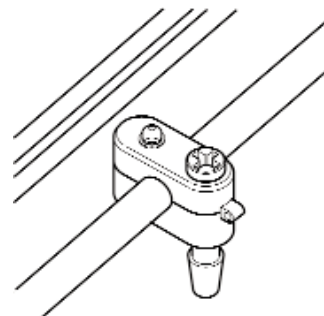

Fig 5 - Installation de la bride pour câble
- Vissez la bride pour câble en vous assurant qu'elle soit positionnée à environ 100mm de la section arrière de la pompe (fig. 5).